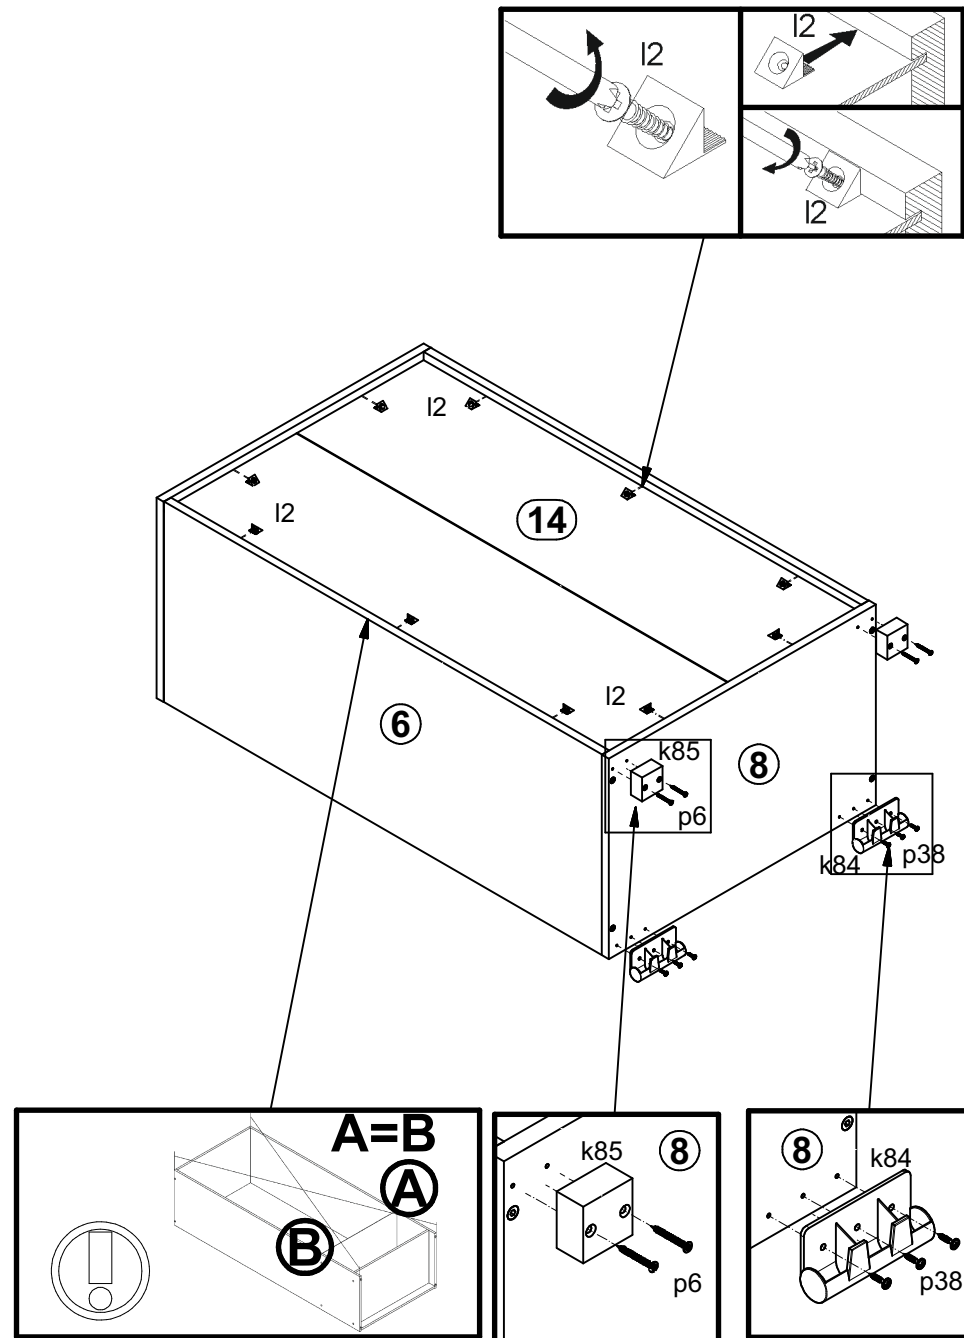

Рисунок 5
4.9. Положить корпус комода фасадными кромками вниз на ровную поверхность и выровнять его, измеряя рулеткой расстояние между противоположными углами по диагонали. Расстояния должны быть равными. Закрепить стенку заднюю 14 на корпусе изделия элементами крепления задней стенки l2 (см. рис. 5).
4.10. На наружной поверхности щита нижнего 8 при помощи шурупов p6 закрепить ножки пластиковые k85 (см.рис. 5).
4.11. На наружной поверхности щита нижнего 8 при помощи шурупов p38 закрепить ножки пластиковые k84 (см.рис. 5).